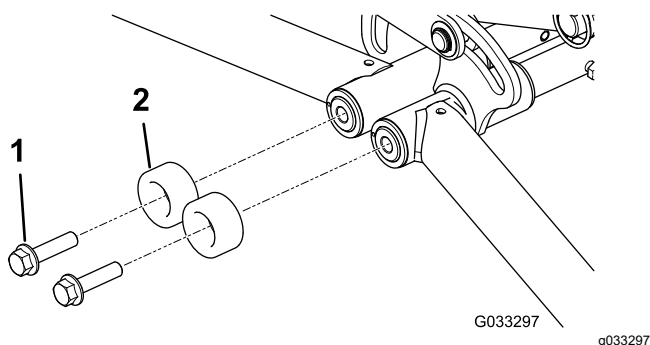

Figura 21
2. Retire os parafusos com cabeça flangeada e os para-choques redondos (Figura 21).